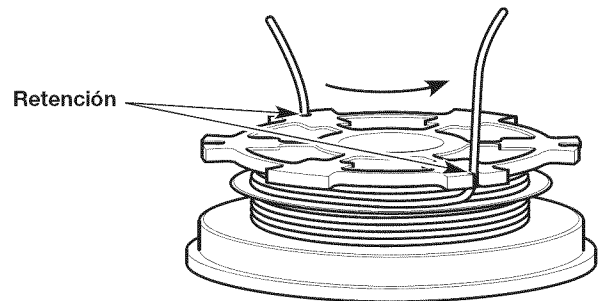

Fig. 20
3. Inserte los dos extremos de 6 pulgadas dentro de las dos ranuras de retención de .095 (Fig. 20).
4. Inserte los dos extremos de 6 pulgadas dentro de las dos ranuras de retención de .095 (Fig. 20).